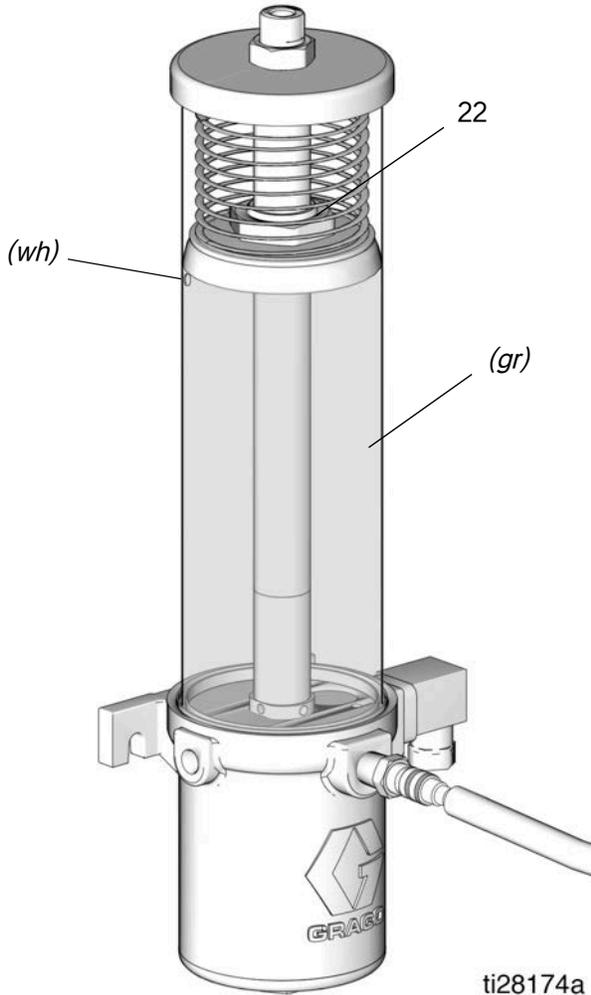

图 5
3. 从注入泵慢慢将滑脂送入液箱，直至液箱中的滑脂将压油盘 (22) 升高到液箱泄孔 (wh) 之上，滑脂从泄孔 (wh) 流出并排出液箱 (图 5) 中的空气。